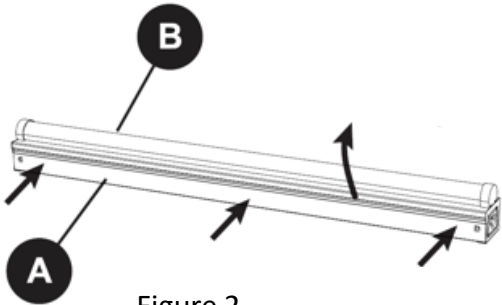

Figure 2
2. Lorsque les languettes sont libres d'un côté, faites pivoter l'unité d'objectif du luminaire (B) vers le haut, loin de la base du luminaire pour séparer l'unité d'objectif de la base (fig. 2). Notez que l'unité d'objectif est attachée à la base avec un câble à chaque extrémité de l'unité. Si vous le souhaitez, lors de l'installation et du câblage, le plateau lentille/LED peut être retiré de la base en débranchant le connecteur rapide sur les fils menant à l'unité d'objectif et en décrochant les deux câbles attachant l'unité d'objectif à la base. Si l'objectif est retiré, placez-le dans un endroit sûr jusqu'à ce que le montage et le câblage soient terminés.